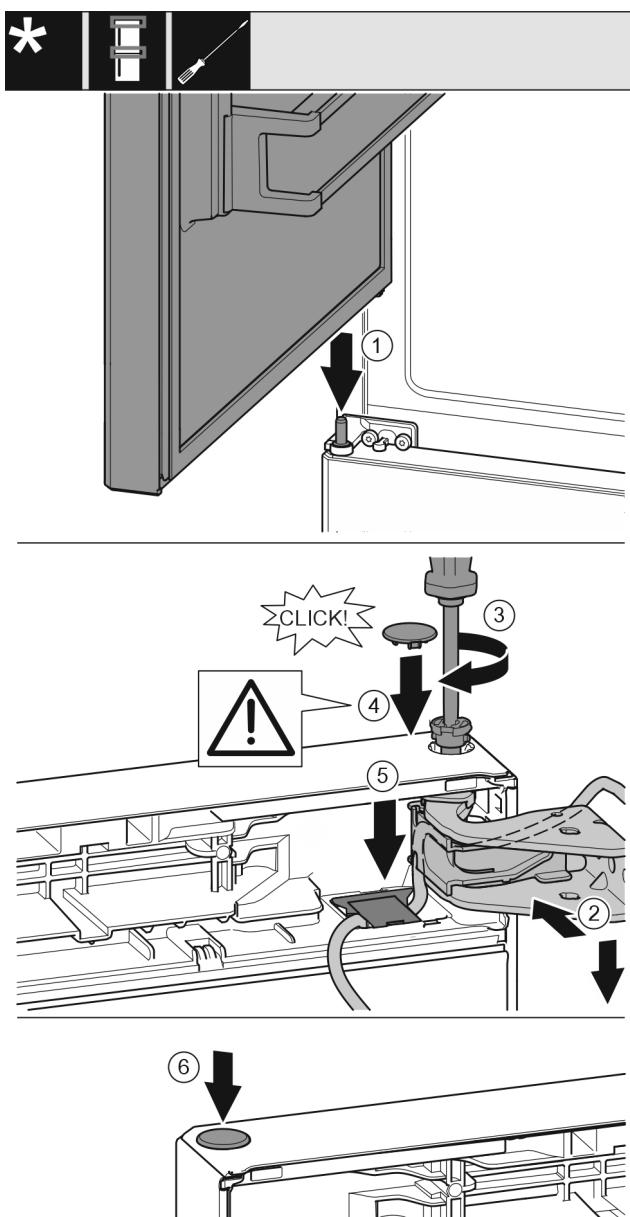

Fig. 42
- Uzlieciet augšējās durvis uz vidējā gultņa balsta Fig. 42 (1)
- Nolīmenojiet durvju augšdaļu pret atveri gultņa balstā. Fig. 42 (2)
- Ievietojet tapu un pieskrūvējiet ar skrūvgriezi T15. Fig. 42 (3)
- Uzmanījiet aiztura pārsegu, lai nostiprinātu durvis: ievietojet aiztura pārsegu un pārbaudiet, vai tas balstās uz durvīm. Ievietojet pilnīgi tapu pretējā gadījumā. Fig. 42 (4)
- Ievietojet pārsegu un spiediet uz leju, līdz tasnofiksējas. Fig. 42 (5)
- Ievietojet aizbāzni. Fig. 42 (6)